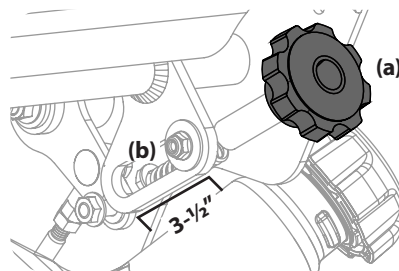

Figura 26
2. Ajuste la perilla de desviación (a) hasta que la varilla roscada (b) quede a tope con el extremo. Consulte la Figura 26. La longitud del resorte debería ser de aproximadamente 3-1/2 in para obtener un ajuste adecuado.